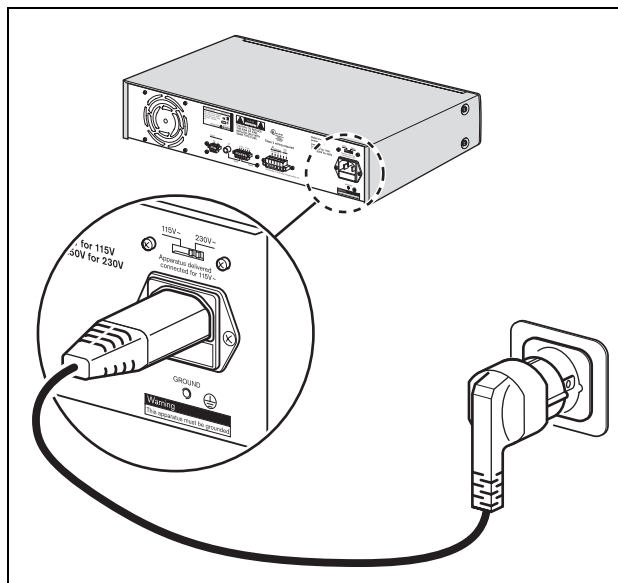

figure 3.2: Connexion d'alimentation et sélecteur de tension
- 1 Assurez-vous que le sélecteur de tension (115V/230V CA) est correctement réglé pour la tension du secteur de votre pays (voir figure 3.2).